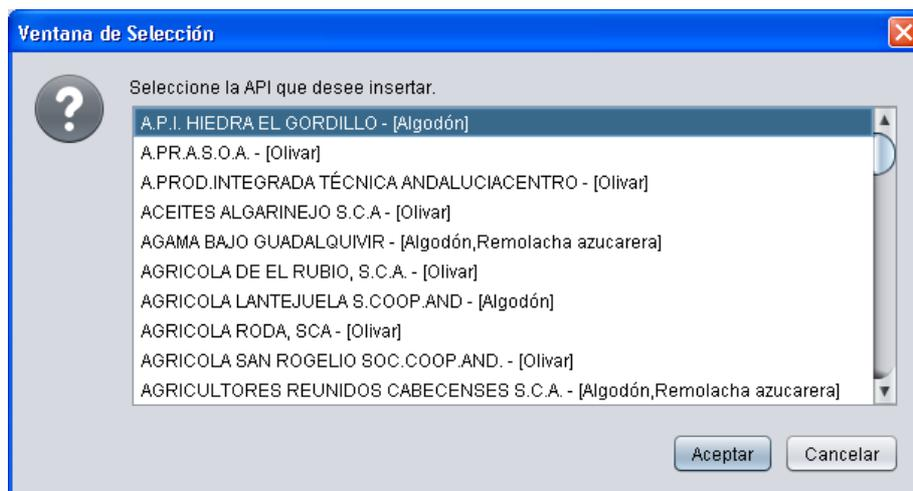

Fig. 279
En **Info Adic (2)**, el productor en Producción Integrada debe cumplimentar la **Agrupación de Producción Integrada (API)** a la cual pertenece. Al pulsar el botón “*Insertar*” se abre una ventana con el listado de todas las API’s reconocidas por la Consejería de Agricultura, Pesca y Desarrollo Rural (Fig. 279).